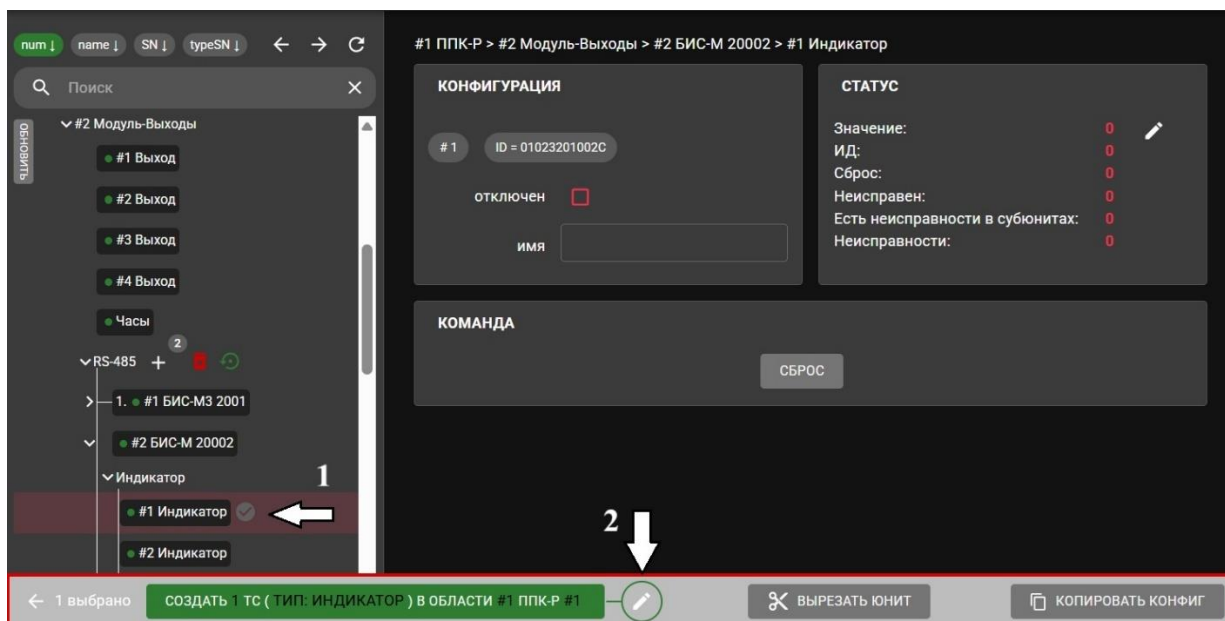

Рисунок 82
5. Привязать индикаторы на **БИС-М** к области. К каждому индикатору можно привязать одну Область. Для привязки **#1 Индикатора** к Области №1 следует выбрать **#1 Индикатор**. В результате появится выпадающее нижнее меню конфигуратора (Рис. 82).